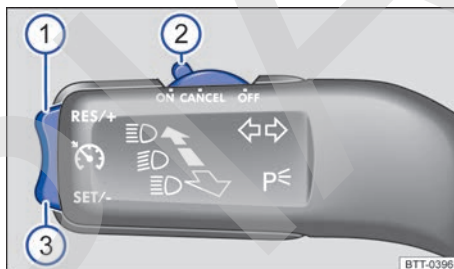

Fig. 104 En el lado izquierdo de la columna de dirección: teclas y mando del GRA.
- Desplace el mando → fig. 104 ② a la posición **ON**.
Mientras el GRA regula puede ajustar la velocidad guardada con la tecla → fig. 104 ① o ③:
Mantenga pulsada la tecla → fig. 104 ① o ③ para modificar ininterrumpidamente la velocidad guardada. El vehículo adapta la velocidad actual acelerando o dejando de acelerar. El vehículo no frena de forma activa.